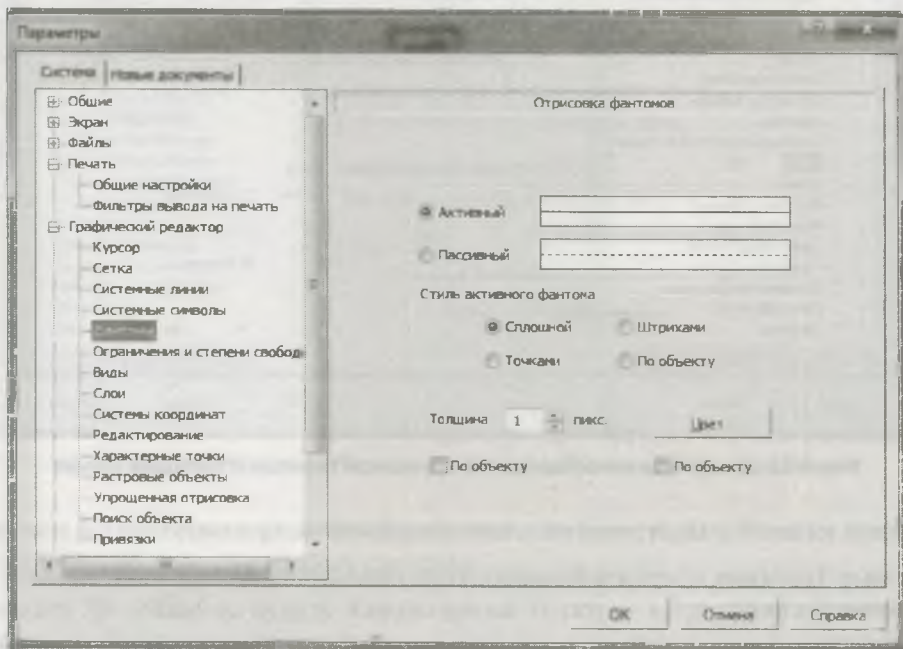

Рис. 17.7. Диалоговое окно **Параметры** с открытой панелью **Отрисовка фантомов**
- щелкните ЛК мыши по пункту **Фантомы** — в правой части появилась панель **Отрисовка фантомов** (рис. 17.7). Фантомы — это создаваемые и редактируемые объекты в тонких линиях до их фиксации. На панели можно изменить стиль и цвет отрисовки как **Активного**, так и **Пассивного** фантомов установкой соответствующего переключателя или нажатием кнопки **Цвет**;